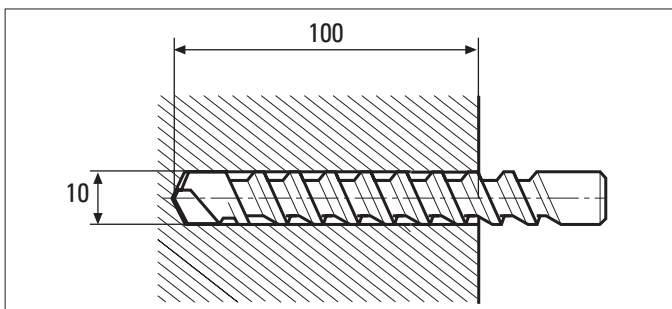

Bild 2
- ⇒ Hilfsbohrungen $\varnothing$ 10 mm und 100 mm tief bohren (Bild 2).